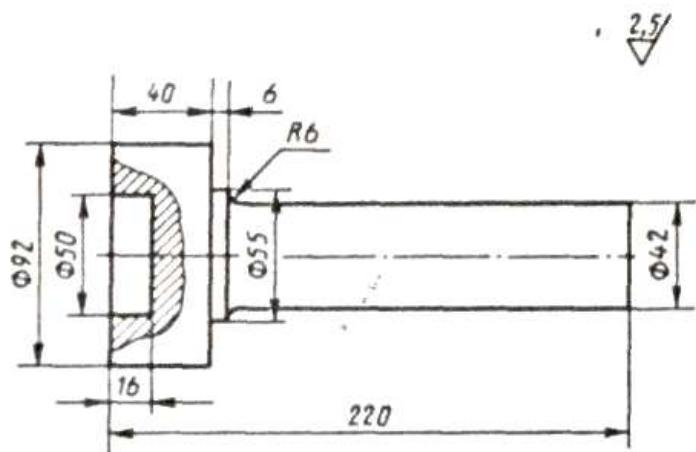

Рис. 30
2. Разработайте процесс изготовления поковки детали (рис. 30) методом горячей объемной штамповки на горизонтально-ковочной машине. При выполнении работы следует: описать сущность процесса горячей объемной штамповки и указать области ее применения; привести схему оборудования и описать его работу; установить температурный интервал штамповки и способ нагрева заготовки; составить чертеж поковки и определить ее массу; с учетом технологических отходов определить объем, массу и длину исходной заготовки; выбрать переходы штамповки и привести эскиз инструмента; перечислить все операции технологического процесса получения поковки, выполняемые в кузнечном цехе; описать механизацию технологического процесса штамповки. Материал детали - сталь 30ЧГС.